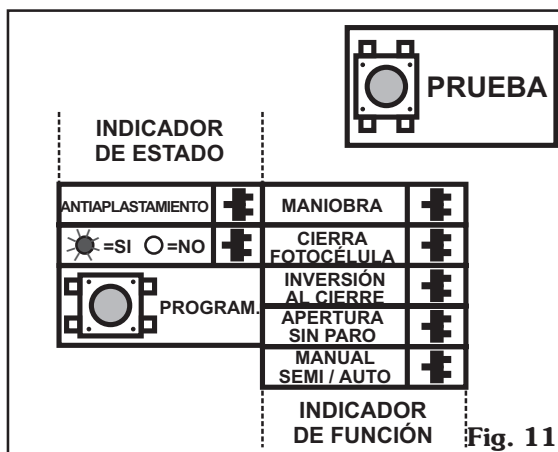

Fig. 11
- Presione sucesivamente la tecla **PRUEBA** (ver fig. 11) hasta alcanzar la opción deseada: